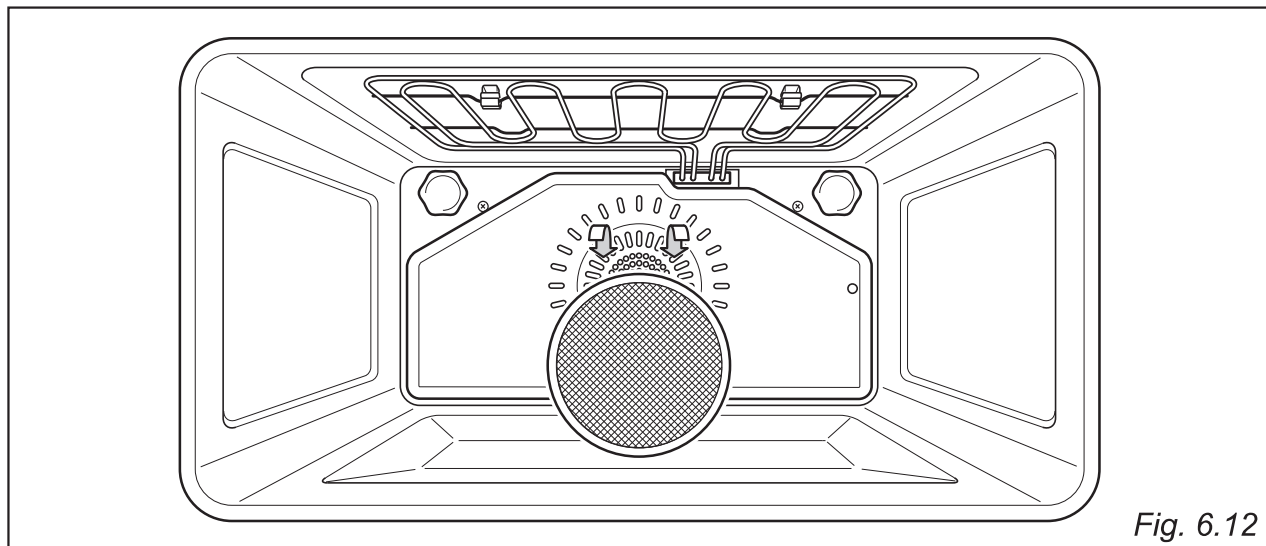

Fig. 6.12
L'arrière du four est muni d'un écran spécial pour absorber les particules de graisse, surtout lorsqu'on fait rôtir des viandes (fig. 6.12).
- Le filtre est accroché à la paroi postérieure du four comme illustré sur la figure 6.12.